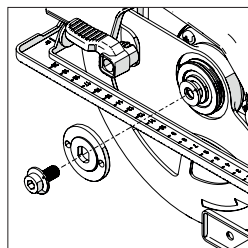

Fig. 4
- Utilizando a chave hexagonal, desaperte e remova o parafuso de cabeça redonda do mandril, as peças associadas e a flange de ativação exterior da lâmina. (**Fig. 4**)